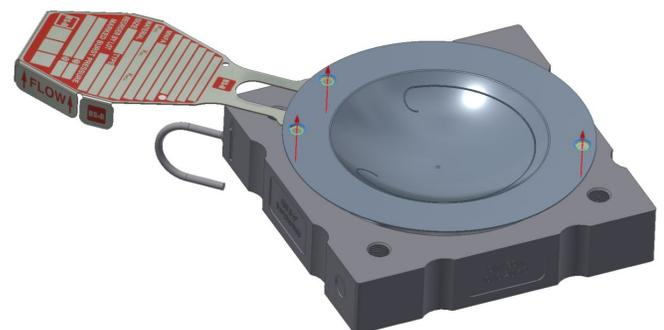

図 2
- 図2の通り、ロケーティングピンが破裂板のピン穴にはまるように、損傷のない新品の破裂板をホルダーの一次側に配置してください。